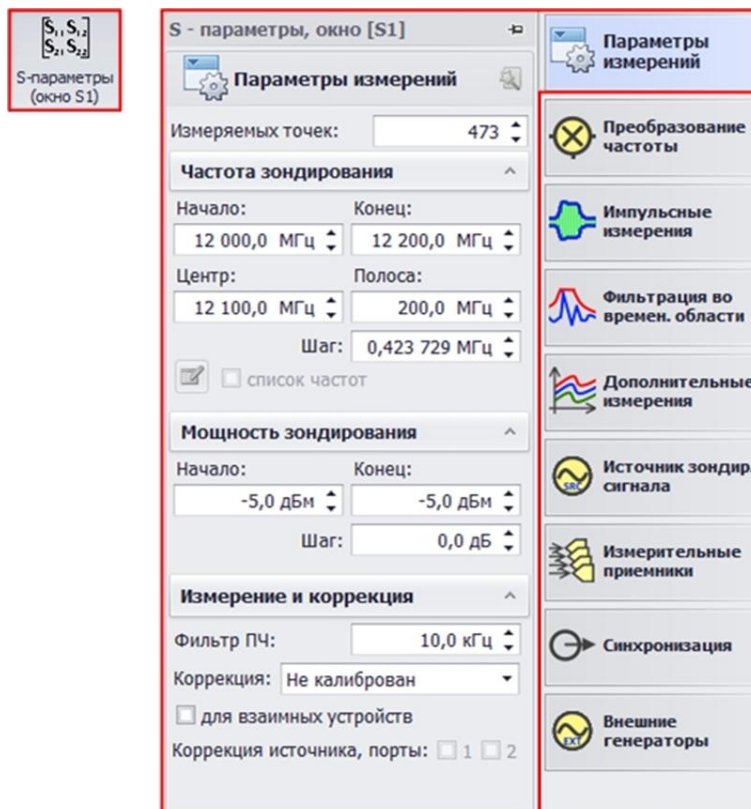

Рис. 36. Настройка параметров измерения
6. Выберите измерительное окно «S – параметры (окно S1)». Задать параметры измерения. Частотный диапазон 12...12,2 ГГц (рис. 36).